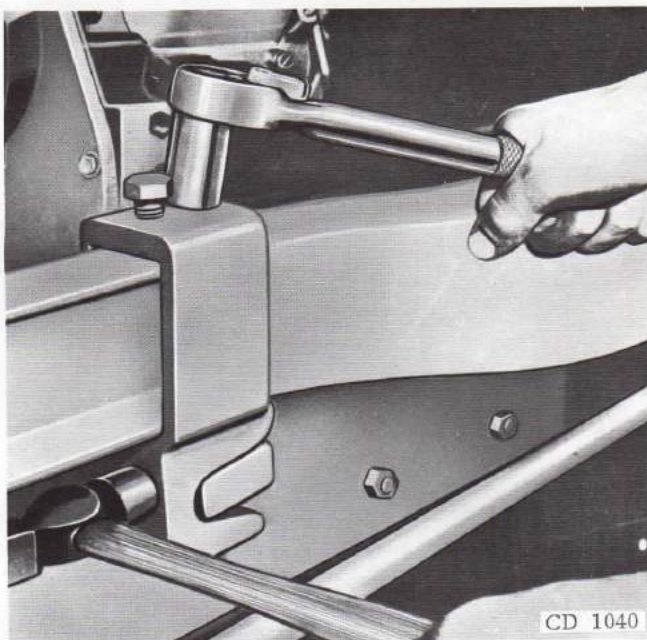

Fig. 17 - Griffes et vis de fixation
10. Pousser les griffes à fond et les bloquer à l'aide des deux vis de fixation (fig. 17).